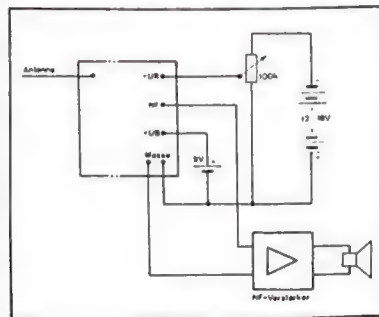

Bild 5. Die externe Beschaltung der Lochrasterplatte für dieses KW-Empfangs-Experiment.
Schwierigkeiten machen, denn das geht genau so wie beim ersten Experiment. Neu ist die Versorgungsspannung (UB) für die Transistoren. Man kann dafür einfach eine 9 Volt-Batterie nehmen. Vorsicht, UB und UR müssen umgekehrt gepolt sein! Bei UR liegt, wie auch schon beim ersten Versuch, der Plus-Pol an Masse. Bei UB muß der Minus-Pol an Masse liegen. Wie und wo angeschlossen wird, ist noch einmal aus Bild 5 zu ersehen.